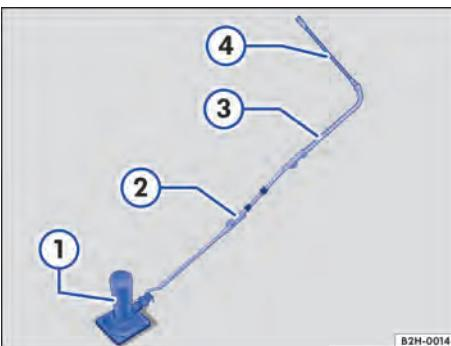

Fig. 182 Macaco com extensor.
- Rebater a alavanca de extensão → Fig. 182 ② das ferramentas de bordo, desdobrando-a.
- Enganchar a alavanca de extensão no macaco ①.
- Colocar a chave de caixa ③ sobre a alavanca de extensão.
- Colocar a chave de roda ④ sobre a chave de caixa.